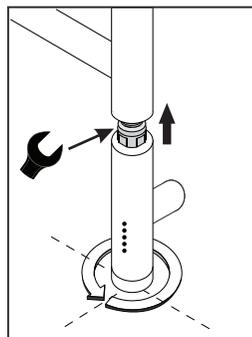

Рис.3
- 4.3. Вставьте нагревательный элемент в отверстие в нижней части коллектора и вкрутите по резьбе с помощью плоского гаечного ключа (рис. 3).